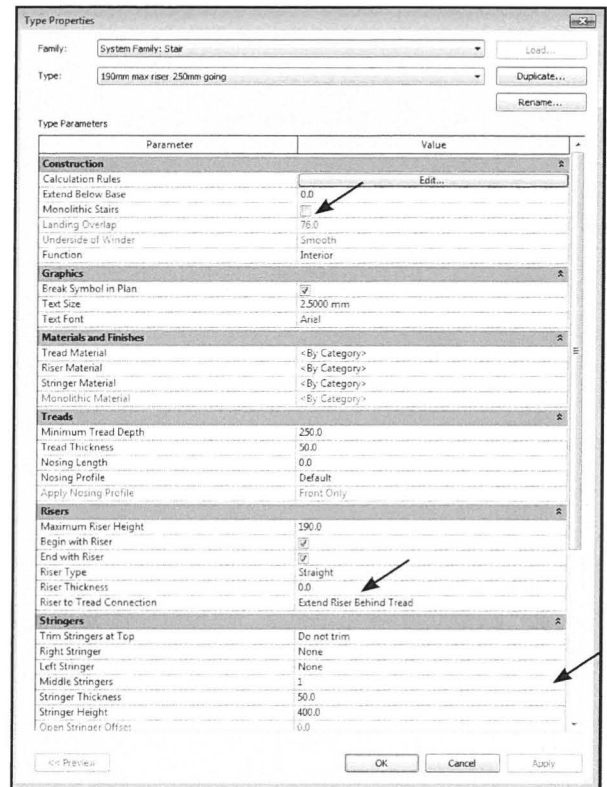

Fig. 10.44. *Type Properties* for trappen.
- Rediger så trappens *Type Properties* som på Fig. 10.44.